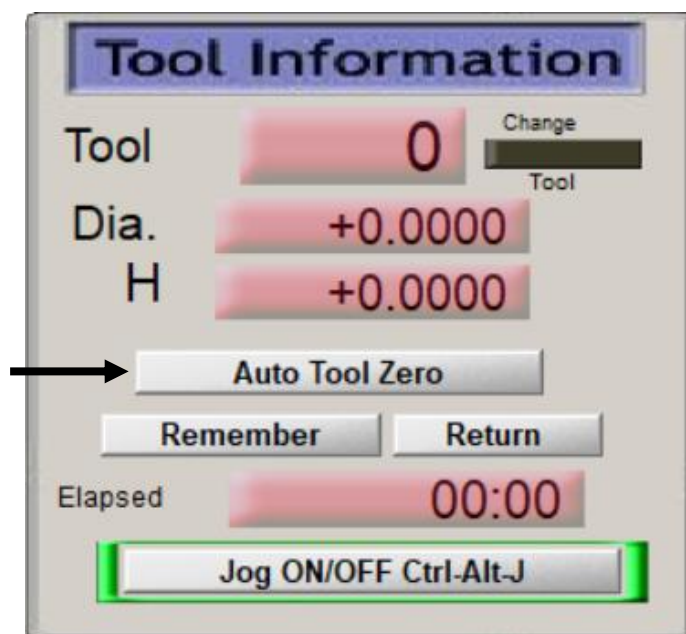

Рис. 3.1 Панель «Інформація про інструмент» у вікні програмного забезпечення Mach3 Mill.
3) Знайдіть та натисніть запрограмовану кнопку «Auto Tool Zero» на панелі «Tool Information» (укр. «Інформація про інструмент») (див. рис. 3.1).
Якщо інструмент вже обраний, тобто його номер у полі «Tool» на панелі «Tool Information» (див. рис. 3.1) є відмінним від «0», макрос запитає, чи бажаєте ви використовувати саме цей інструмент як перший для розрахунку компенсації: